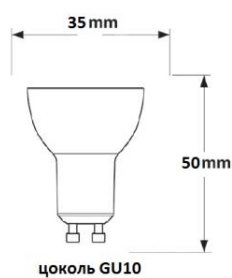

Рис. 15
В качестве подсветки в вытяжке установлены 2 светодиодные лампочки (LED) мощностью 2 Вт каждая (рис. 15).
6. Установите новую лампочку (рис. 15), действуя в обратном порядке.